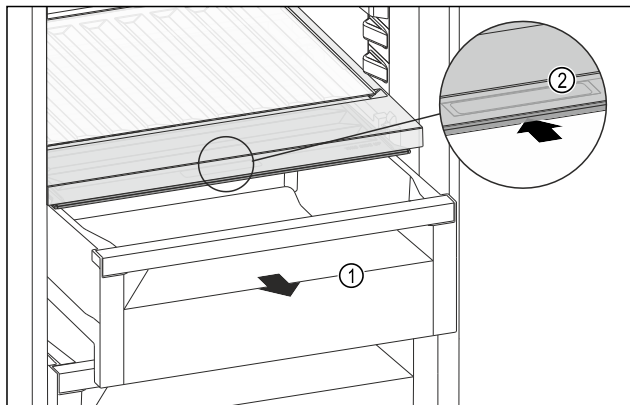

Fig. 184
- Tërhiqni jashtë sirtarin Fig. 184 (1).
- Kapni dorezën e futur Fig. 184 (2) në kapakun e ndarjes dhe në të njëjtën kohë shtyni për prapa kapakun e ndarjes.